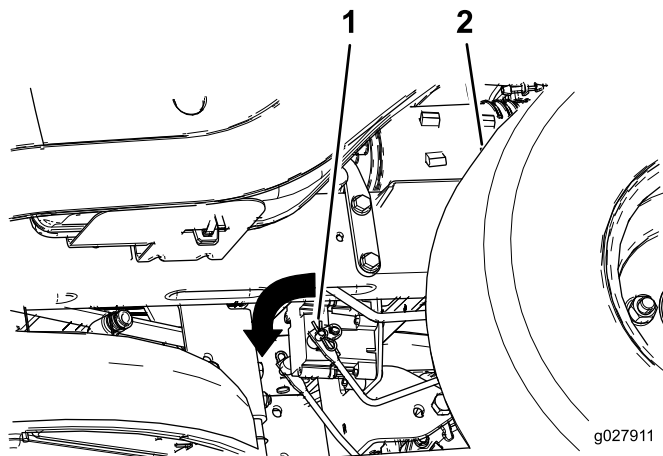

Figura 40
2. Localice los ejes donde están conectados los brazos de enganche de los frenos, en ambos lados del freno eléctrico (Figura 40).